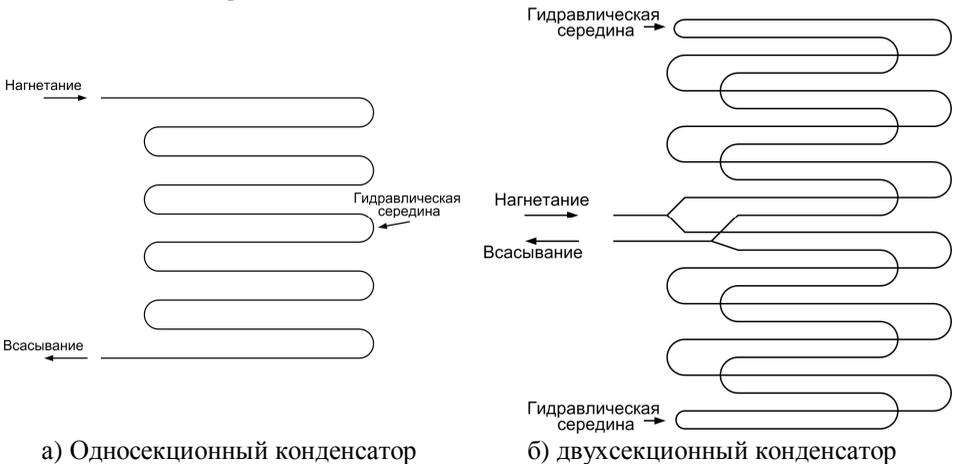

Рисунок 4. Расположение гидравлической середины конденсатора
4. Закрепить датчик температуры со стороны компрессорного отсека на калач медной трубы (см.рис.3) как можно ближе к гидравлической середине конденсатора, то есть в середине длины змеевика одной секции конденсатора. На рис.4 показаны случаи с одно и двухсекционным конденсаторами.